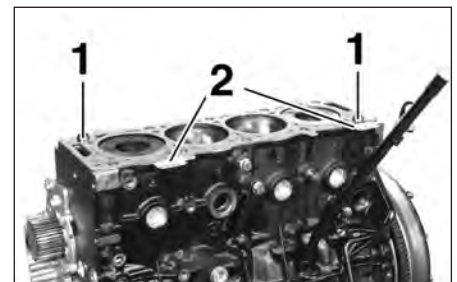

FIG.89
- S'assurer de la présence des douilles de centrage (1) sur le bloc-cylindres et du sens correct du joint de culasse et de ses repères (2) (Fig.89).